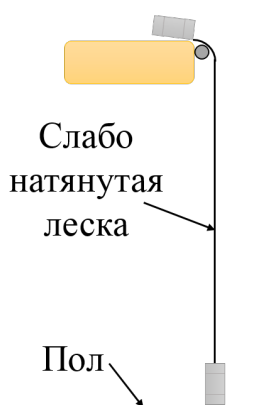

Рис. 1. Сравнение длины лески и высоты стола.
1. Свяжите гайки леской, длина которой **слегка больше (не более чем на сантиметр)** высоты стола  $H$  (см. рисунок 1). Положите одну из связанных гаек на закрепленную на столе бумагу, а вторую свесьте с его края, как это показано на рисунке 2. Если систему отпустить, то гайки начнут движение с постоянным по модулю ускорением  $a$ . Определите это ускорение.